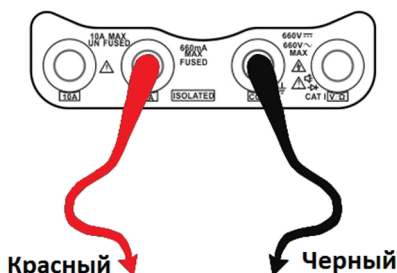

Рис.37
1. Подключить черный щуп к разъему “**COM**”, а красный щуп к разъему “**mA**” CCTV-тестера для измерения тока не более 660мА (Рис.37) или к разъему “**10A**” для измерения тока до 10А.